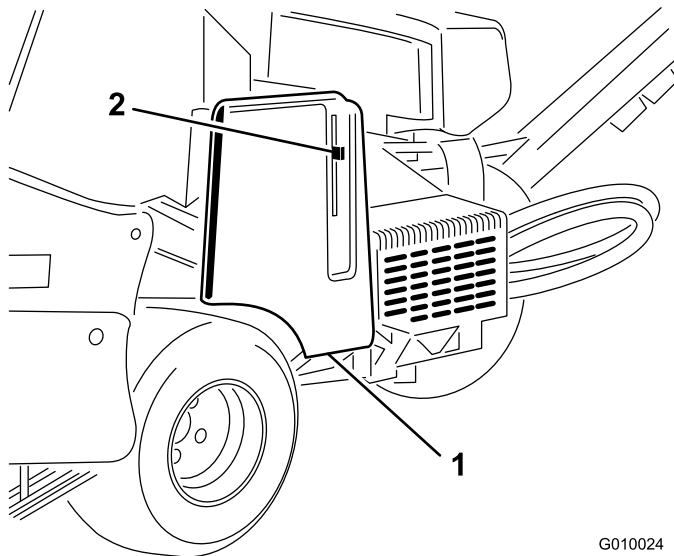
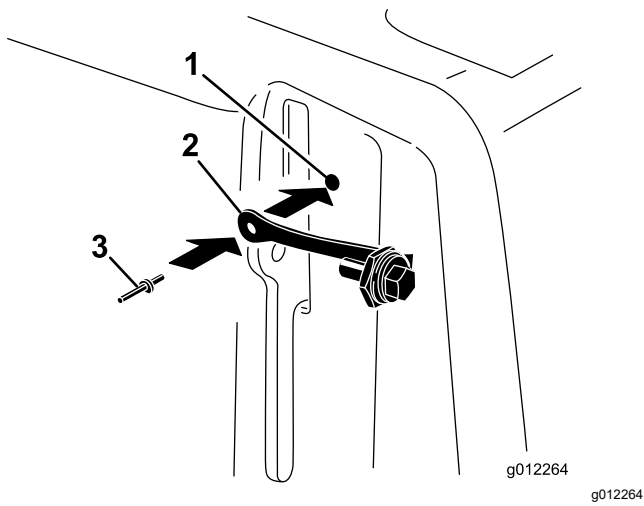

图 16
图 17
1. 找到皮带罩上紧靠门锁杆狭槽的孔图 16和图 17。
2. 用弹伸铆钉将系索总成固定到皮带罩的孔中图 17。